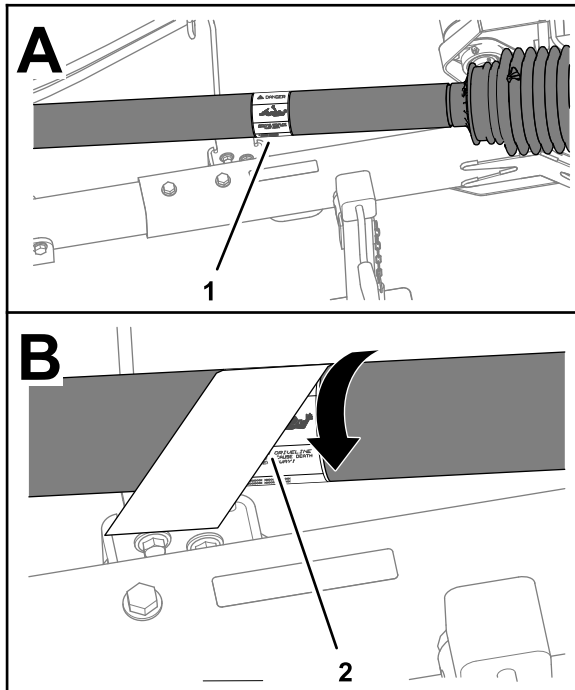

Bild 2
1. Drehen Sie den Zapfwellenschutz, um Zugang zum vorhandenen Aufkleber für Einzugsgefahr zu erhalten (Bild 2)
4. Bringen Sie den CE-Aufkleber für Einzugsgefahr über dem vorhandenen Aufkleber für Einzugsgefahr auf (Bild 2).